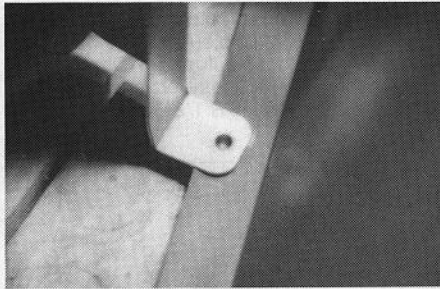
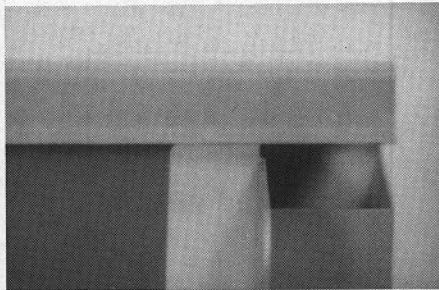

Abb. 11
Abb. 12
8. Das Seitenblech ist an 4 Punkten fixiert, nämlich durch 2 Arretierstifte (Abb. 11) unten am Kessel und zwei Klemmkanten (Abb. 12) im oberen Bereich.